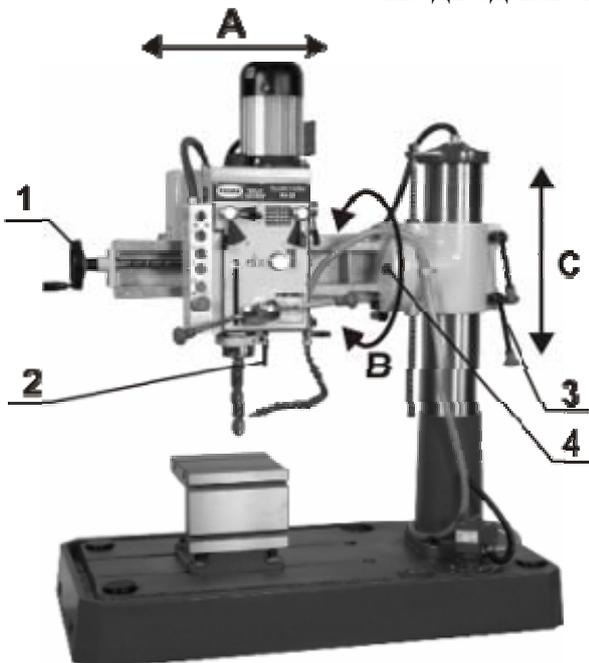
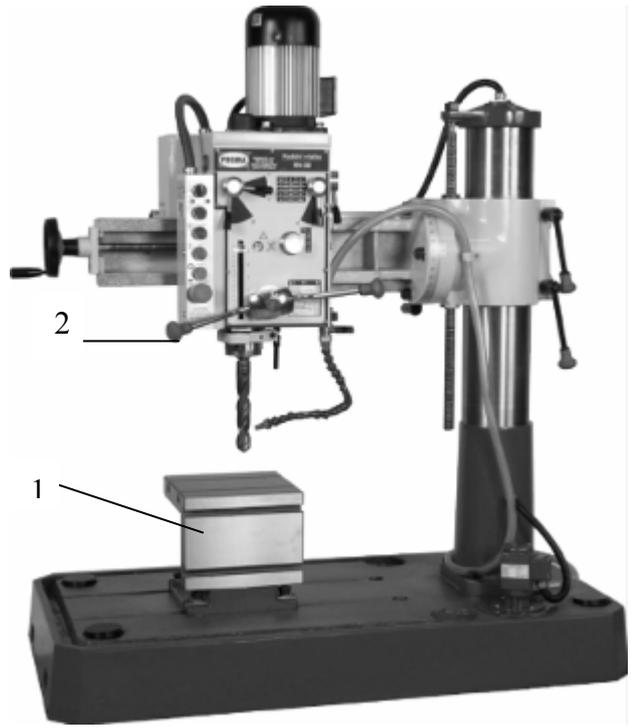

Рисунок 13
Рисунок 14
1. Движение в горизонтальной плоскости (A). Для перемещения сверильной головки по направляющим траверсы необходимо ослабить зажим сверильной головки 2. Вращая штурвал 1, установите сверильную головку в необходимое положение и затяните зажим 2.(рис 13).
2. Поворот сверильной головки в вертикальной плоскости (B). Ослабьте зажимные болты 4. Поверните траверсу, вместе со сверильной головкой на необходимый угол, ориентируясь по шкале и затяните зажимные болты. (рис.13)
3. Перемещение сверильной головки в вертикальной плоскости (C). Рукоятками 3 (рис.13) ослабьте зажим траверсы на колонне. Рукояткой
1 (рис.14) установите траверсу на требуемую высоту и рукоятками 3 (рис.13) зажмите траверсу на колонне.
4. Поворот траверсы в горизонтальной плоскости относительно колонны. Рукоятками 3 (рис.13) ослабьте зажим траверсы на колонне. Поверните траверсу на необходимый угол. Рукоятками 3 (рис.13) зажмите траверсу на колонне.